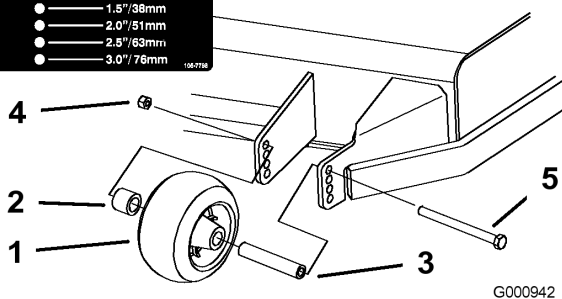
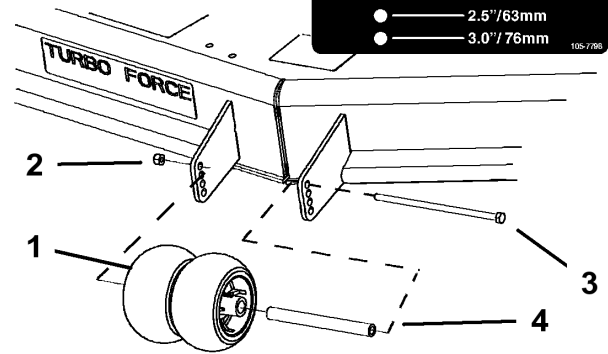

Figura 20
Figura 21
3. Después de ajustar la altura de corte, ajuste los rodillos retirando la tuerca con arandela prensada, el casquillo, el espaciador y el perno (Figura 20, Figura 21, y Figura 50).
- Nota:** Los dos rodillos centrales no tendrán espaciador (Figura 21).
5. Instale la tuerca con arandela prensada, el casquillo, el espaciador y el perno. Apriete a 54–61 Nm (40–45 pies-libra) (Figura 20, Figura 21 y Figura 50).